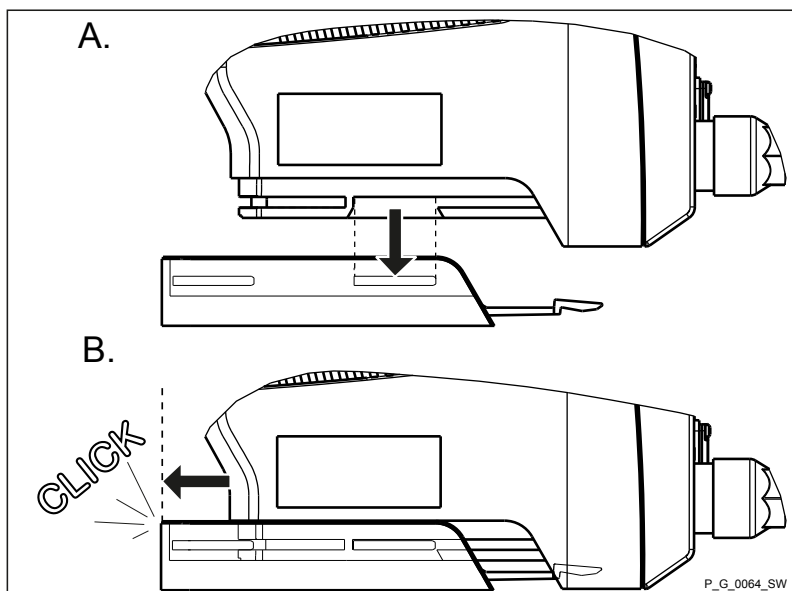

Abb. 10
3. ➔ Die Dosierpumpe mit dem Pumpenfuß in die Montageplatte einrasten - siehe Abb. 10.